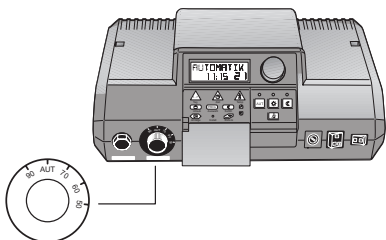

Abb. 4 Reglerknopf abziehen
- Reglerknopf am Kesselwassertemperaturregler abziehen (Abb. 4).